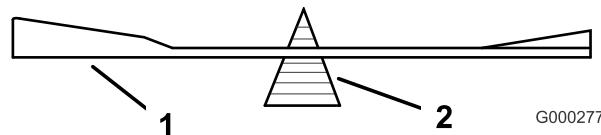
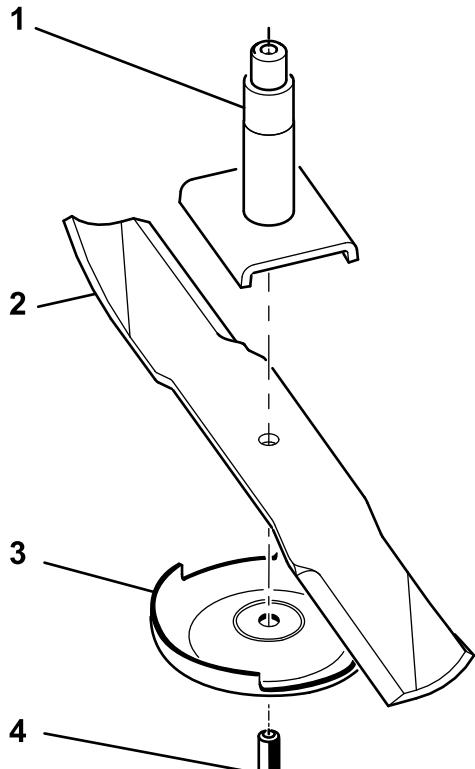

図 68
図 69
2. スピンドルのシャフトからブレードボルト、芝削り防止プレート、ブレードを取り外す(図 69)。
2. ブレードバランスサー(図 68)を使ってバランスを調べる。ブレードが水平に停止すればバランスがとれているからそのまま使用してよい。もし傾くようなら、重い方の裏面を少し削って調整する(図 69)。バランスがとれるまで調整する。
- スピンドルシャフトにブレードを取り付ける(図 69)。
- 芝削り防止プレートとブレードボルトを取り付ける(図 69)。